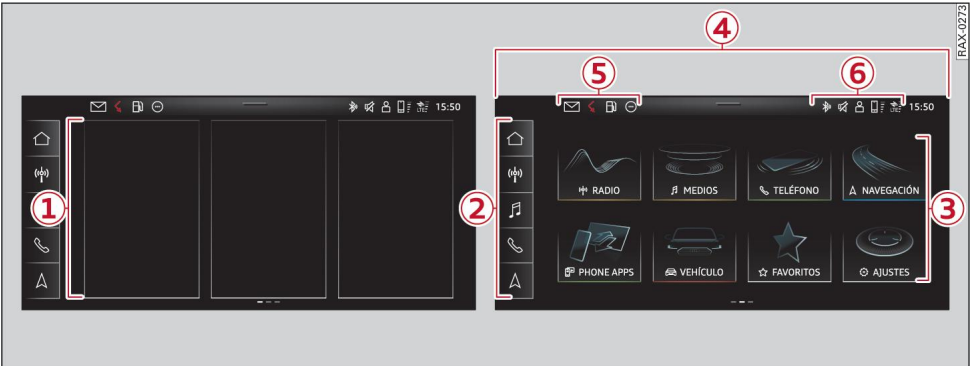

Fig. 14 MMI: Pantalla central
En la pantalla central se pueden visualizar notificaciones del sistema Audi y de las aplicaciones Audi connect. Pasado cierto tiempo se ocultan y aparece un símbolo correspondiente en la barra de estado ⑤ ⇒ *pág. 27, fig. 14*. En la central de notificaciones se pueden ver estas notificaciones ③ ⇒ *fig. 16*, realizar ajustes rápidos ② y manejar funciones ①.